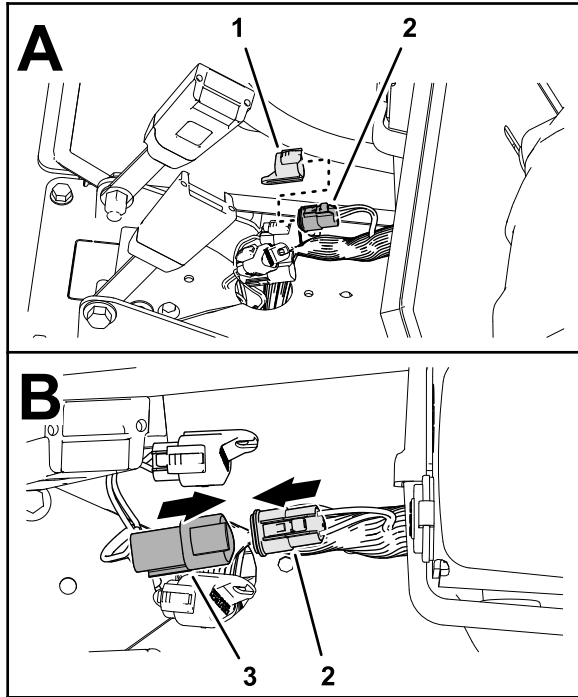

Figura 176
1. Retire el tapón del conector hembra de 3 vías del arnés de cables de la máquina (marcado CAN DIAGNOSTICS INTERCONNECT), como se muestra en la Figura 176.
2. Enchufe el conector de 3 pines del arnés del Bus ISO-CAN (marcado TO TORO CANBUS) en el conector hembra de 3 vías del arnés de cables de la máquina (marcado CAN DIAGNOSTICS INTERCONNECT), como se muestra en la Figura 176.